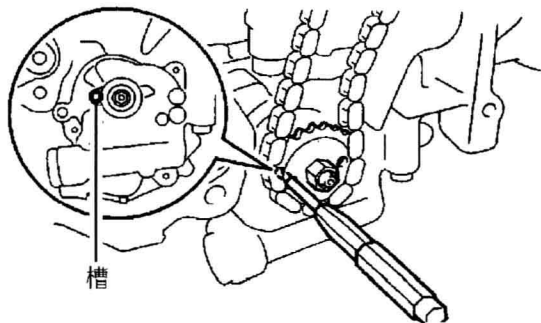

图 1-20 拆卸螺母
(2) 将一个直径为 4 mm 的专用锁止工具条插入机油泵驱动轴链轮的调节孔内, 将齿轮锁止, 然后拆卸螺母, 如图 1-20 所示。